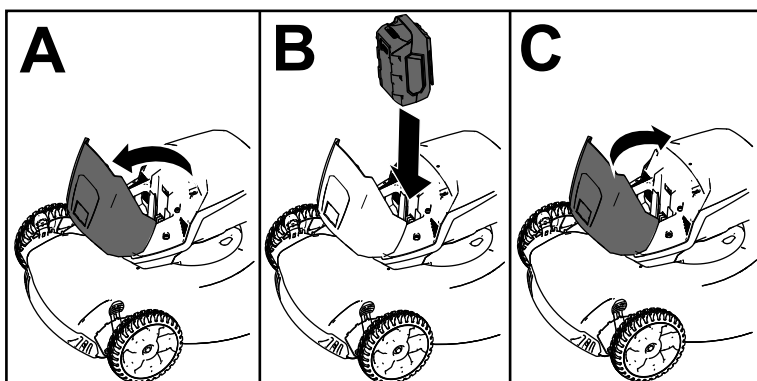

Figura 11
2. Sollevate il coperchio del vano batteria (A della Figura 11).
3. Allineate la cavità nel pacco batteria con la linguetta sulla macchina e fate scorrere il pacco batteria nel vano fino a quando non si blocca in posizione (B della Figura 11).
4. Chiudete il coperchio del vano batteria (C della Figura 11).